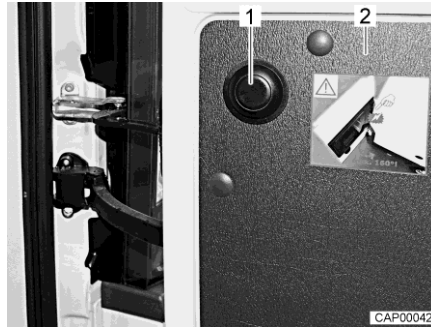

Bild 15 Tryckknapp för att frigöra begränsningen (Campeo/Eliseo)
- Öppna bakdörr (Bild 15,2) till anslag.
- Tryck tryckknapp (Bild 15,1), håll fast bakdörren och öppna försiktigt på nytt.